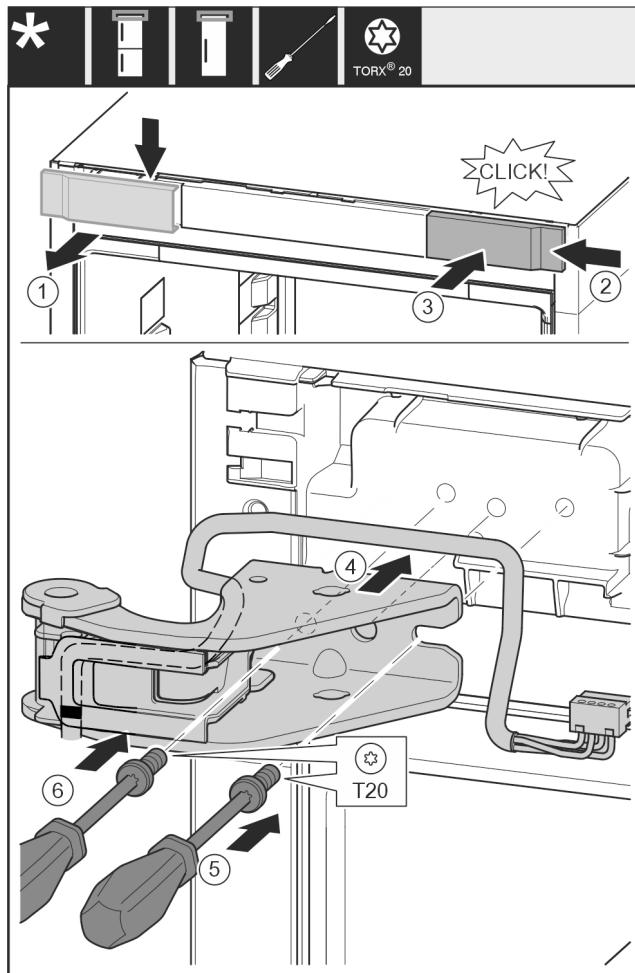

Fig. 34
- Abdeckung Fig. 34 (1) von oben nach vorne abnehmen.
- Abdeckung Fig. 34 (2) um 180° gedreht auf der anderen Seite von rechts einhängen.
- Abdeckung Fig. 34 (3) einrasten.
- Oberen Lagerbock Fig. 34 (4) ansetzen.
- Schraube Fig. 34 (5) mit Schraubendreher ansetzen und festdrehen.
- Schraube Fig. 34 (6) mit Schraubendreher ansetzen und festdrehen.